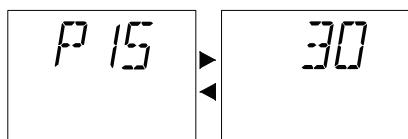

Рисунок 5.29
- Поворачивая регулятор (Рисунок 5.29), установите желаемое значение в диапазоне от минимального 30 (на ЖК-дисплее параметр P15 будет загораться поочередно с 30) до максимального 255 в зависимости от кривой коэффициента K, выбранной на рисунке, расположенным выше (см. Рисунок 5.24).